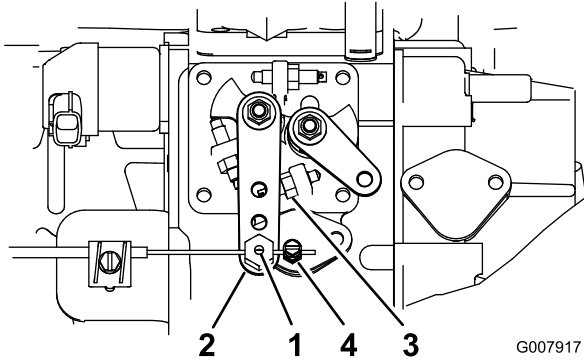

Figura 54
2. Afloje el conector del cable del acelerador, en el cable del acelerador, junto a la palanca de la bomba de inyección (Figura 54).
3. Sujete la palanca de la bomba de inyección contra el tope de ralentí alto (Figura 54).